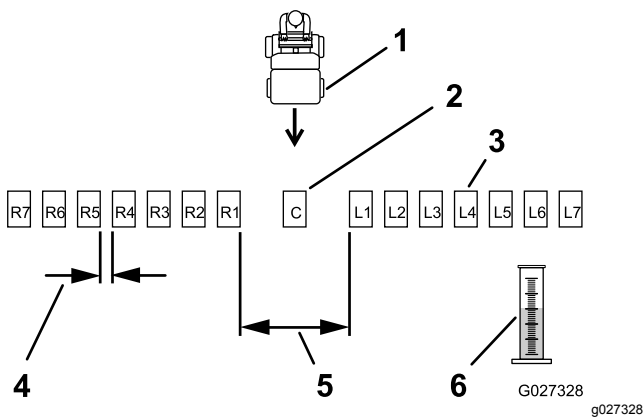
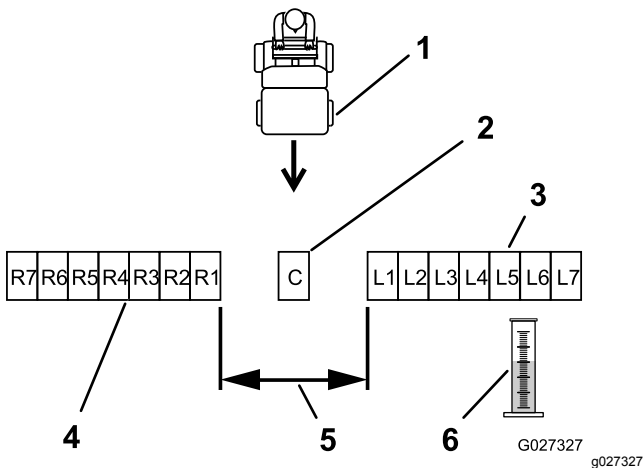

Figura 28
Figura 29
2. Coloque las bandejas restantes en línea recta, como se muestra en la Figura 28 o la Figura 29.
Coloque 6 bandejas más en cada lado, con 30 cm (12") entre ellas (Figura 28).
Coloque 6 bandejas adicionales en cada lado, sin espacio entre las bandejas (Figura 29).
6. Etiquete cada cilindro graduado según la bandeja de recogida correspondiente (por ejemplo, L2, L1, Centro, R1, R2...); consulte la Figura 28 y la Figura 29.